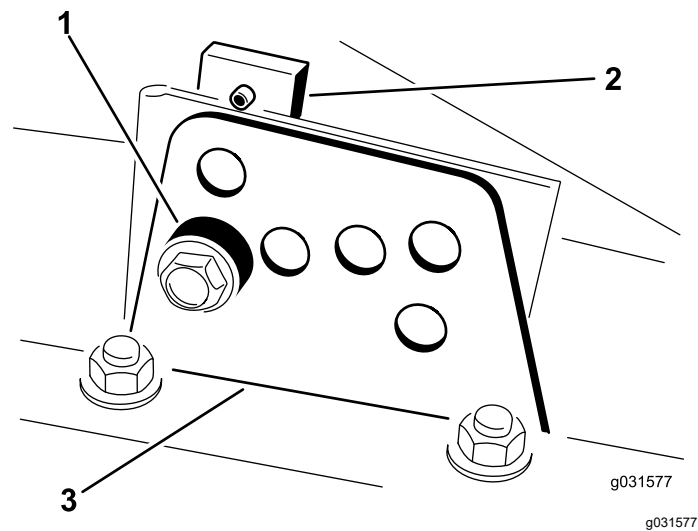

Figura 18
2. Afloje el perno que sujeta cada soporte de altura de corte a la pletina de altura de corte (delante y en cada lado), según se muestra en la Figura 18.
4. Sostenga la cámara y retire el espaciador (Figura 18).